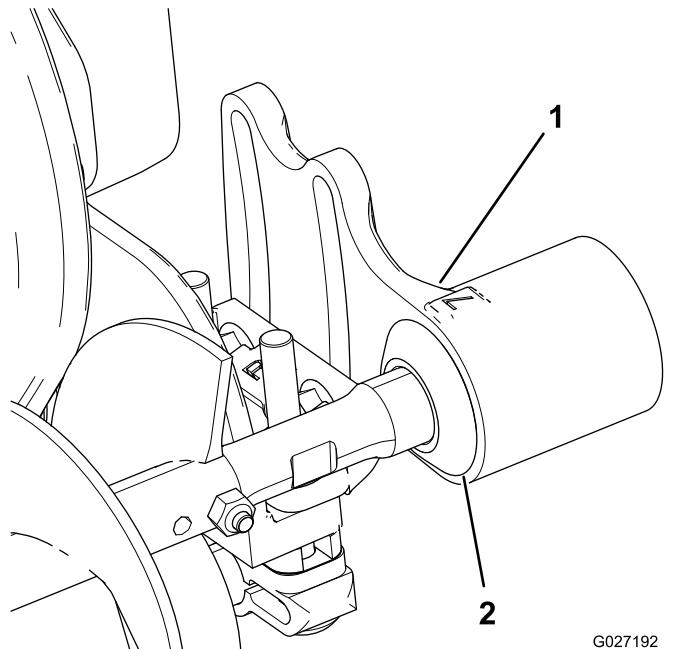

Figure 7
- Faites glisser le joint d'étanchéité vers l'extérieur jusqu'à ce qu'il soit en léger contact avec chaque logement de roulement (Figure 7).